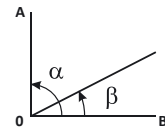

Abb. 5
- Richten Sie das Fernrohr auf das Ziel A aus und lesen Sie den Winkel  $\alpha$  ab. Richten Sie das Fernrohr jetzt auf das Ziel B aus und lesen Sie den Winkel  $\beta$  ab. Der Winkel zwischen A und B beträgt  $\alpha - \beta$  (Abb.5)